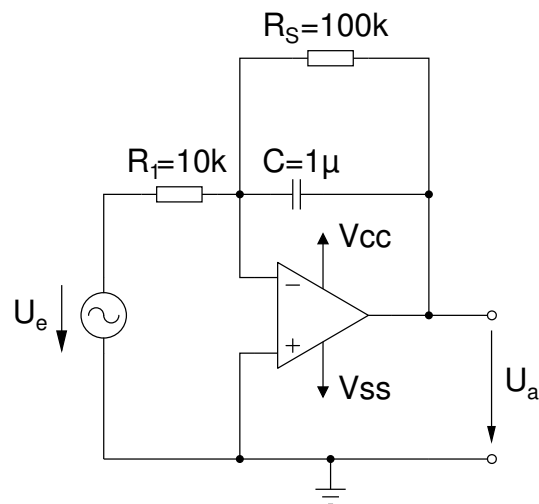

Abbildung 10: Integrierer
Bauen Sie die Schaltung aus Abbildung 10 auf und simulieren Sie das Verhalten des Systems mit LTSpice.
1. Bauen Sie die Schaltung aus Abbildung 10 auf. Verwenden Sie als Eingangssignal eine Rechteckspannung mit der Frequenz 5 Hz und einer Amplitude von 1 Vpp. Das Netzgerät wird für die ± 15 V Versorgungsspannung des OPV benutzt.